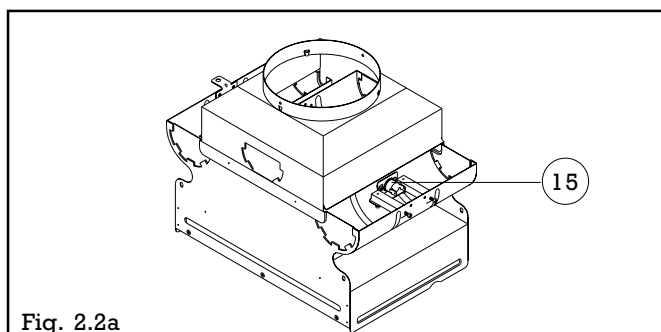

Fig. 2.2a
- la chaudière est équipée d'un système de contrôle de l'évacuation correcte des produits de combustion (dispositif VMC en 15, fig. 2.2a) qui arrête la chaudière en cas d'anomalie. Le thermostat fumées n'intervient pas seulement pour un défaut du circuit d'évacuation des produits de la combustion mais aussi à cause des conditions atmosphériques; il est possible donc, après une courte attente, de remettre la chaudière en service en appuyant sur la touche . En cas de mise à l'arrêt répétée de la chaudière par ce dispositif, il est nécessaire de vérifier tout le système d'évacuation (conduit de raccordement et cheminée) pour les versions cheminée ou l'installation VMC (débit d'extraction et conduit) afin de remédier au défaut d'évacuation et prendre les mesures appropriées. **En aucun cas, le dispositif de sécurité de débordement des produits de combustion ne doit être mis hors service.** Dans le cas d'une défaillance de ce thermostat de sécurité, il ne peut être remplacé que par une pièce d'origine.